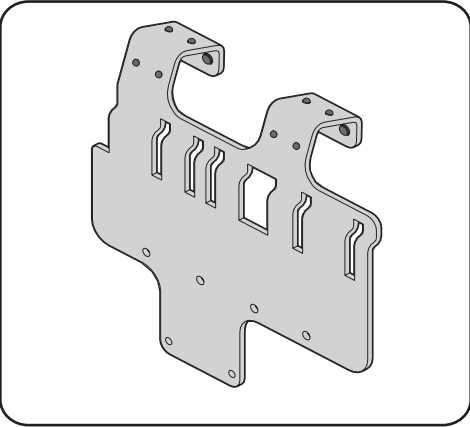

Figura 4-1
1. Coloque las 12 almohadillas de caucho (735-05938) en el soporte adaptador (789-02518) utilizando los orificios de montaje que se muestran en la Figura 4-1.